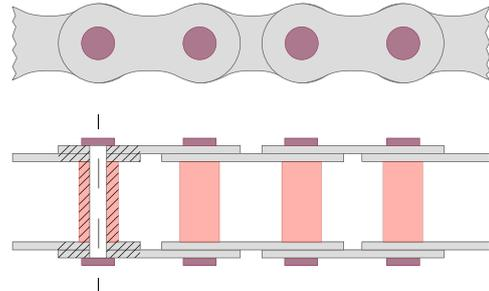

Fig. 3.27 Catena a rulli
- **a rulli**: derivano dalle catene articolate, ma sui perni presentano dei rulli liberi, in modo tale da sostituire l'attrito di strisciamento con l'attrito di rotolamento [fig. 3.27].